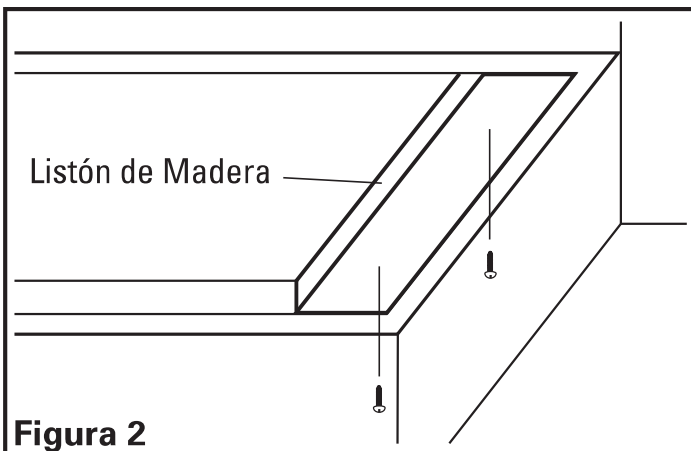

Figura 2
1. Si la campana va a ser instalada debajo de gabinetes que tienen la parte inferior empotrada, será necesario instalar listones de montaje de madera (no incluidos) para que la campana pueda ser adecuadamente instalada (**Figura 2**).